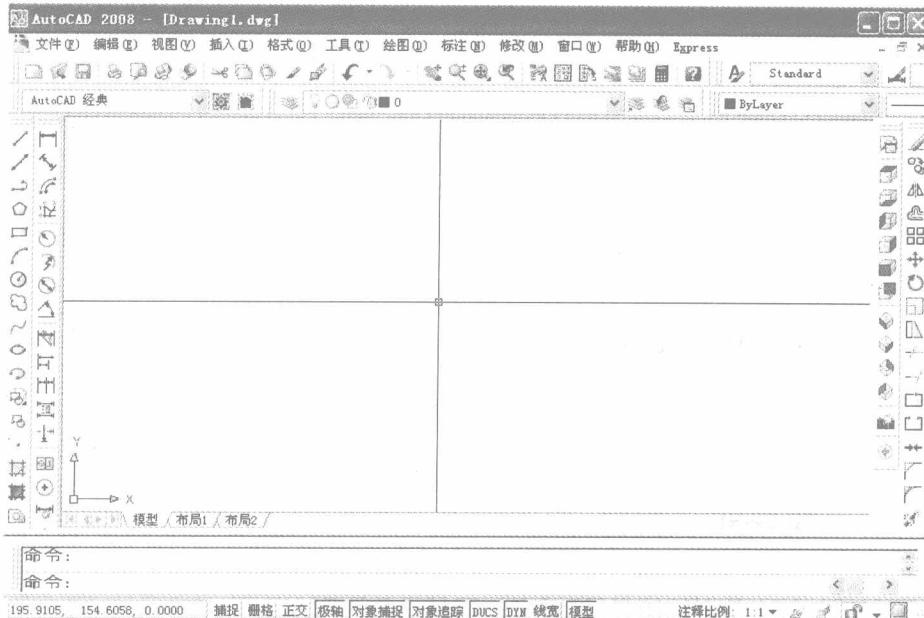
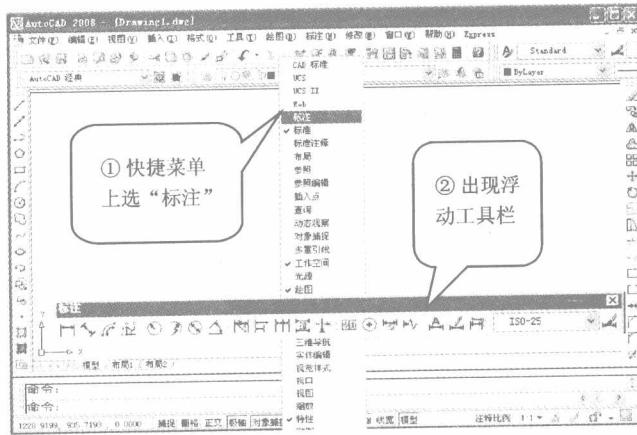

图 1.1 AutoCAD 界面设置
图 1.4 调用工具栏
【训练素材】在电脑上启动 AutoCAD 2008 软件, 将 AutoCAD 的界面设置成如图 1.1 所示。
(3) 在“十字光标大小”中拖动按钮到最边上,使十字光标大小的数字显示为“100”,单击“确定”,即使得十字光标布满整个绘图区。
(4) 调用工具栏(具体方法见 1.1.4 节),如图 1.4 所示,在工具栏上任一位置右击,出现快捷菜单,选取所需的工具栏如“标注”工具栏,则出现一浮动工具栏,将光标移到其蓝色位置,按住鼠标左键并拖动到所要摆放的位置,如左边竖直位置,释放鼠标则该工具栏变为固定工具栏;重复上述操作,可将“视图”工具栏置于右边竖直位置。经上述操作后便得到如图 1.1 所示的界面设置。